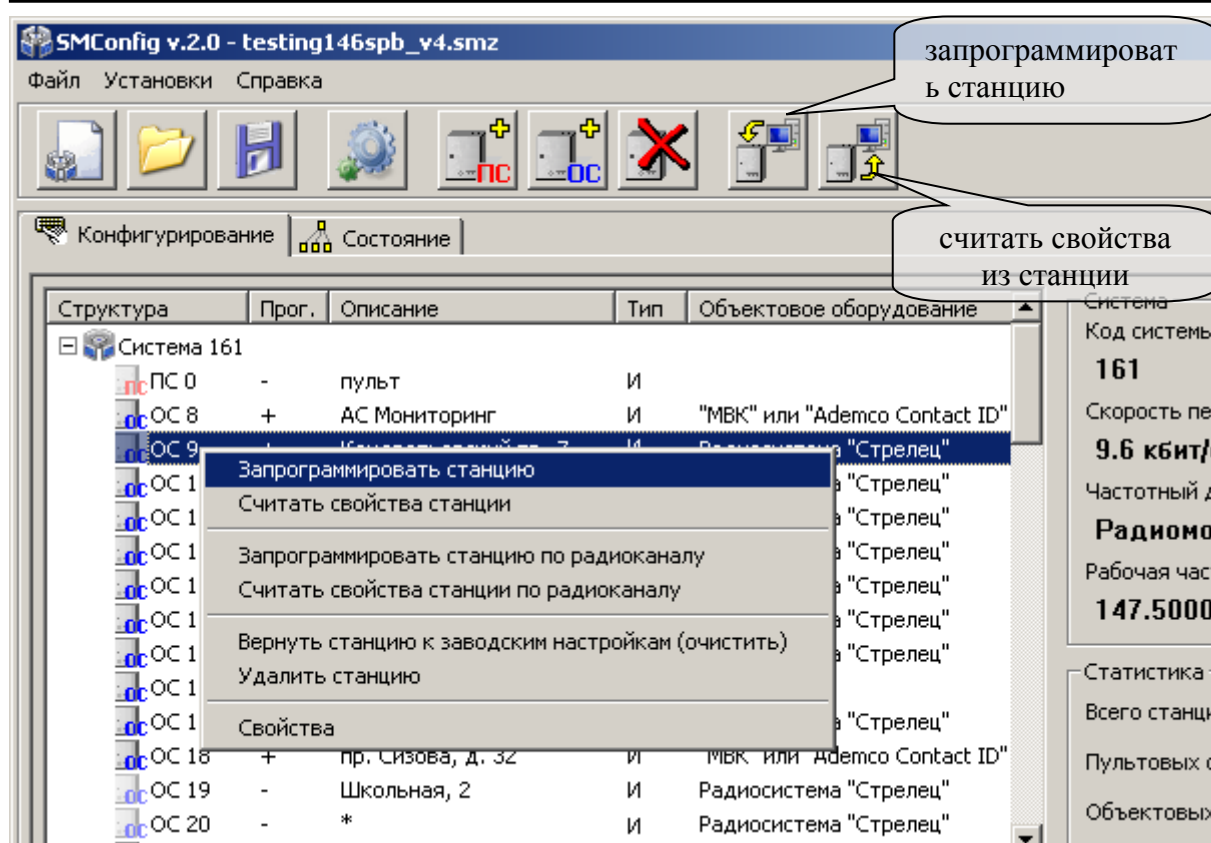

Рис. 26
5. Программирование станции осуществляется нажатием кнопки на панели инструментов или через контекстное меню (Рис. 26). **В первую очередь проводится программирование ПС, затем программируются объектовые станции.**